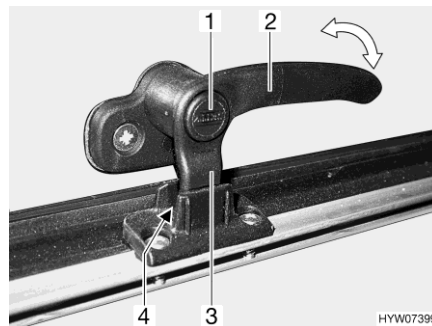
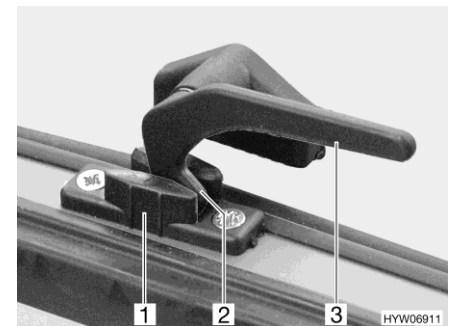

Fig. 101 Palanca de bloqueo con botón de seguridad en la posición de "ventilación continua"
Fig. 102 Palanca de bloqueo en la posición de "ventilación continua"
- En la posición "ventilación continua" (Fig. 101 y Fig. 102)
- Si existe, pulsar el botón de seguridad (Fig. 101,1) y mantenerlo pulsado.
- Girar la palanca de bloqueo (Fig. 101,2 ó Fig. 102,3) un cuarto de vuelta hacia la mitad de la ventana.
- Girar de nuevo hacia atrás la palanca de bloqueo. El saliente de bloqueo (Fig. 101,3 ó Fig. 102,2) de la palanca de bloqueo se ha de introducir para ello en el rebaje del bloqueo de la ventana (Fig. 101,4 ó Fig. 102,1).
- Si existe, soltar el botón de seguridad (Fig. 101,1).